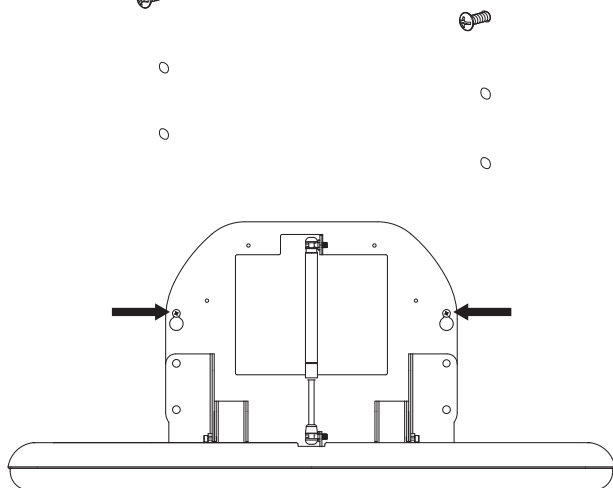

Fig.4
- Placer le châssis sur les vis. **Fig. 4**